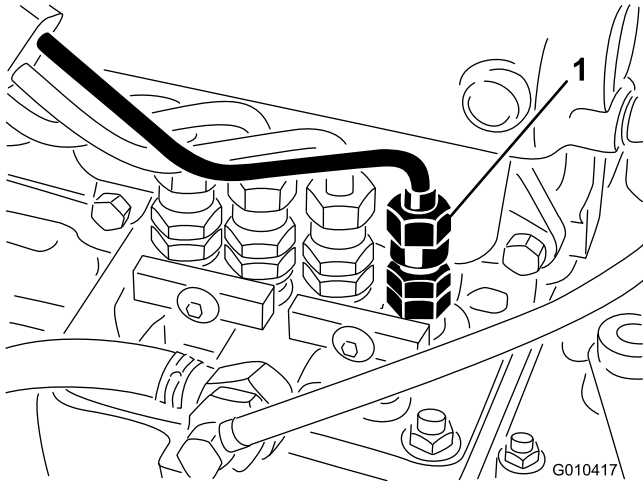

Figura 62
1. Liberte a tubagem que se encontra ligada ao injector n.º 1 e à estrutura de suporte da bomba de injeção (Figura 62).